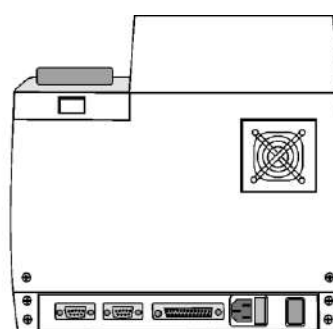

Рис. 2-10
2.3.8. Подключение компьютера (рис. 2-10)